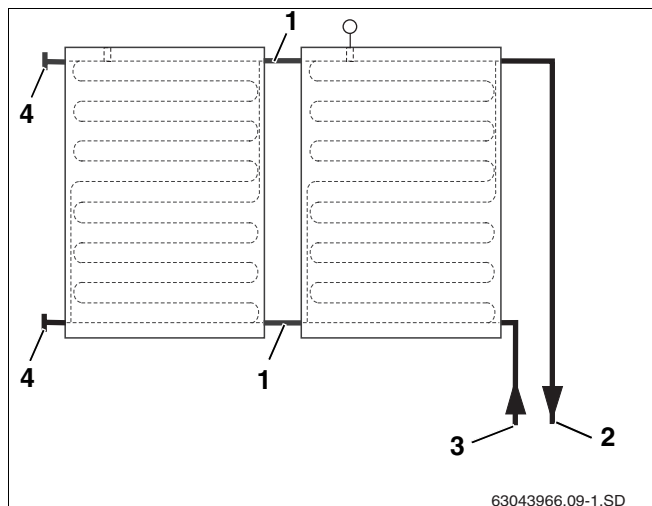
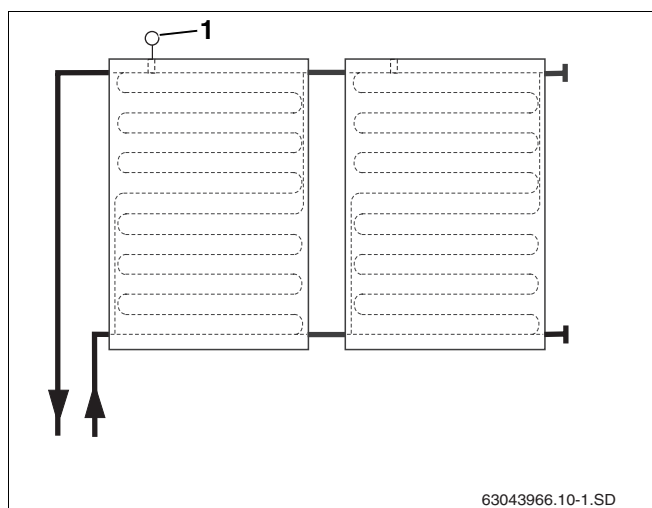

Fig. 36 Allacc. idraulico lato destro fino a max. 5 collettori
Fig. 37 Allacc. idraulico lato sinistro fino a max. 5 collettori
I collettori devono essere montati in maniera tale che i passanti per la sonda dei collettori (fig. 37, **pos. 1**) siano nella parte superiore.
Le tubazioni di allacciamento idraulico potranno essere collegate a destra (fig. 36) o a sinistra (fig. 37). In queste istruzioni, le tubazioni di collegamento sono state rappresentate sul lato destro.
L'allacciamento su un lato unico può essere realizzato con un campo di collettori costituito da max. 5 collettori (fig. 36 und fig. 37).